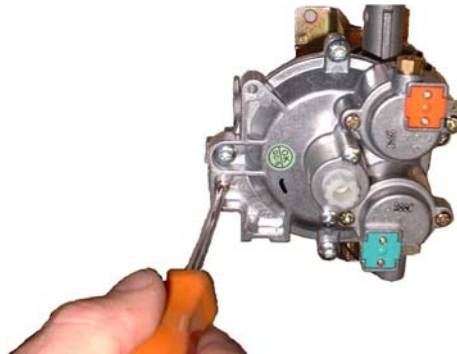

Fig. 11
7. Desapretar el tornillo de la tapa del cuerpo de gas (Fig. 11).